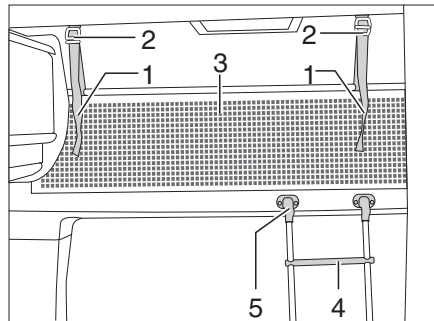

Bild 157 Alkovenbett
**Aufstiegsleiter** Zum Besteigen des Alkovenbetts die serienmäßig beigelegte Aufstiegsleiter (Bild 157,4) benutzen.
*Einhängen:* ■ Die Leiter mit den Holmen in die Halterung (Bild 157,5) an der Alkovenblende einhängen.
**Sicherungsnetz** Das Sicherungsnetz (Bild 157,3) ist serienmäßig zwischen Matratze und Lattenrost verstaut. Das Sicherungsnetz erst aufspannen, wenn sich die Personen bereits im Alkoven befinden.
*Aufspannen:* ■ Die Haltebänder (Bild 157,1) in die Halterungen an der Decke (Bild 157,2) einrasten.
- Die Haltebänder (Bild 157,1) in die Halterungen an der Decke (Bild 157,2) einrasten.